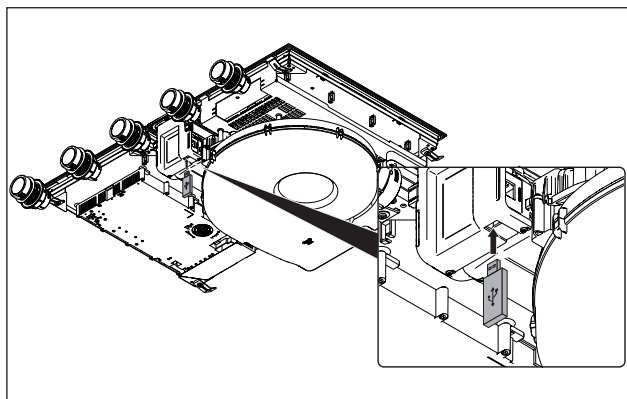

Abb. 1 USB-Stick anstecken
- ▶ Stecken Sie den USB Stick am Kochfeldabzug laut Abb. 1 an.